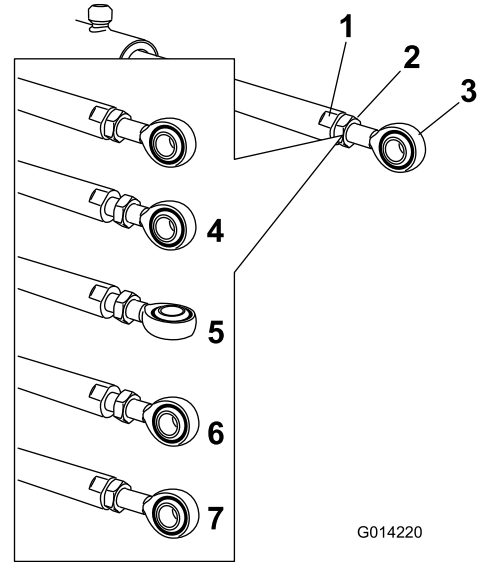

**Figura 63**
- Retire o contrapino do pino de articulação (Figura 63).
- Eleve rampa e retire o pino (Figura 63) e lentamente baixe a rampa para o solo.
- Enquanto segura na rampa, insira o pino através tanto da articulação da rampa como da barra do acionador (Figura 63).